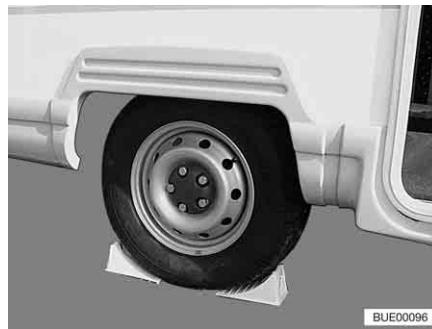

Bild 212 Fahrzeug sichern
- Bremsklötze oder ähnliche geeignete Gegenstände am gegenüberliegenden Rad unterlegen, um das Fahrzeug zu sichern (Bild 212).